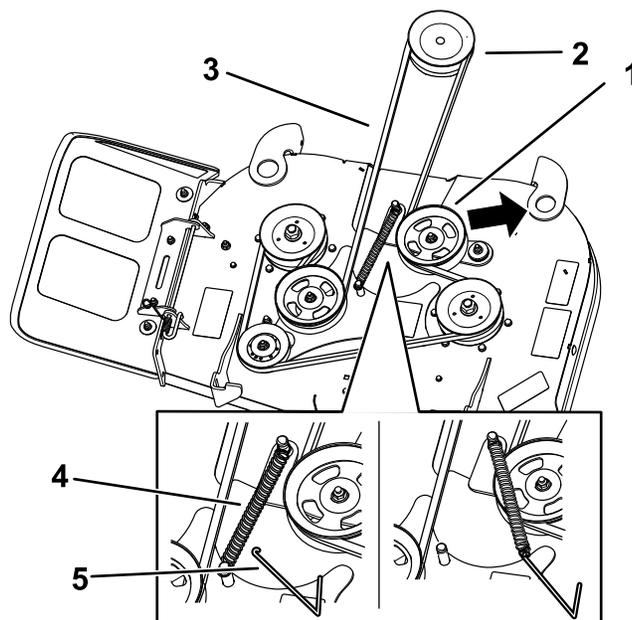

Рисунок 52
5. Используя съемник пружин (номер 92-5771 по каталогу Toro), снимите пружину натяжного ролика с крюка деки, чтобы снять натяжение с натяжного ролика, и снимите ремень со шкивов (Рисунок 52 или Рисунок 53).
6. Проложите новый ремень вокруг шкива муфты и шкивов газонокосилки (Рисунок 52 или Рисунок 53).
7. Установите пружину натяжного ролика, зацепив ее за крюк деки (Рисунок 52 или Рисунок 53).